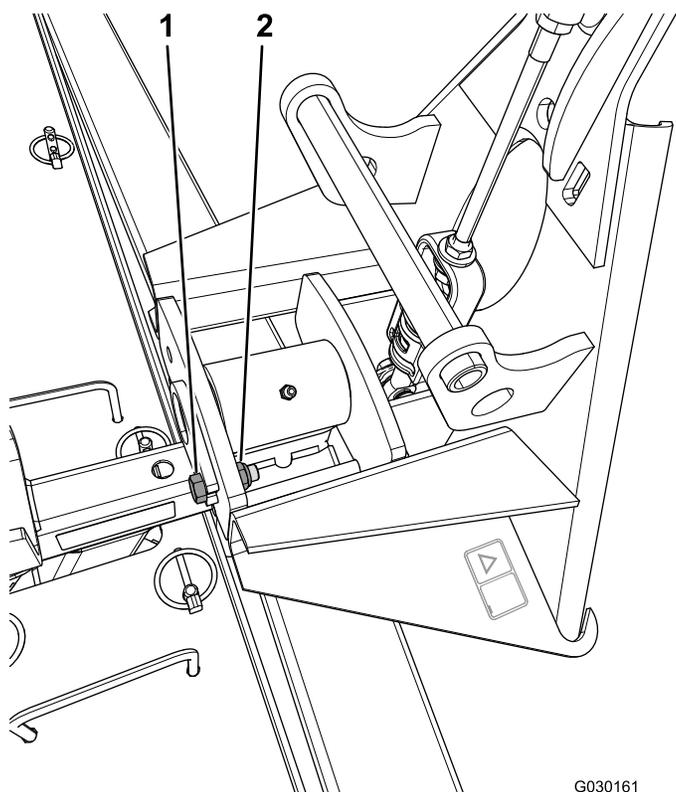

Figura 1
1. Rimuovete ed eliminate il dado e il bullone che fissano l'acciarino al gruppo dell'adattatore dello scarificatore (Figura 1).